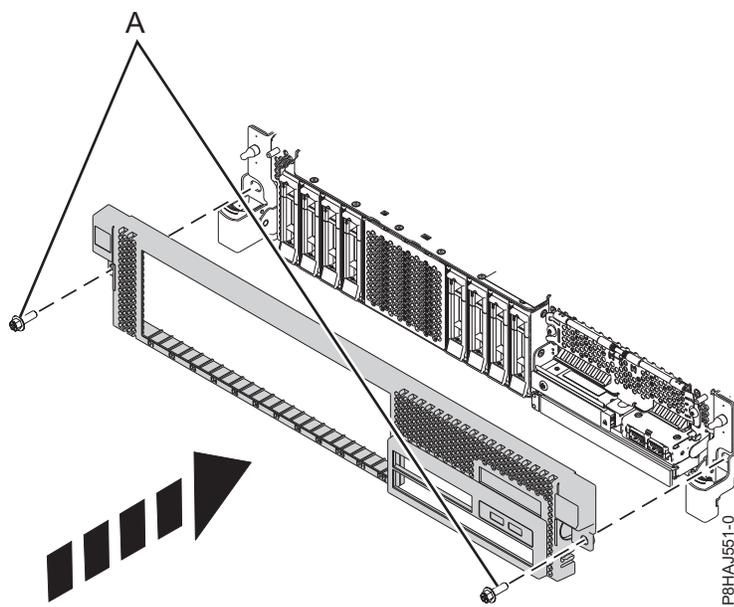

Figura 136. Instalar a tampa anterior
3. Feche os trincos de segurança empurrando na direcção mostrada em Figura 136 na página 167. A tampa fica encaixada e tem uma indentação que lhe permite segurá-la mais facilmente.
4. Substitua os parafusos de transporte (A).